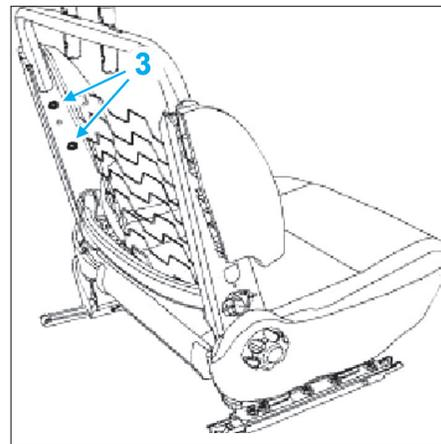

Fig. 10
- la masse (2).
- les écrous de fixation (3) de l'airbag sur le siège (Fig.10),